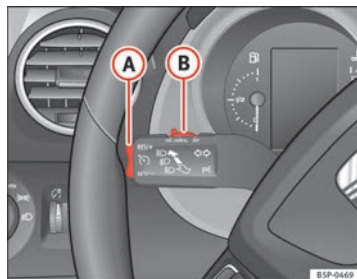

Abb. 150 Blinker- und Fernlichthebel: Schalter und Wippe für die Geschwindigkeitsregelanlage
- Drücken Sie den oberen Teil der Wippe **RES/+** ⇒ Abb. 150 **(A)**, um die Geschwindigkeit zu erhöhen. Solange Sie die Wippe gedrückt halten, beschleunigt das Fahrzeug. Sobald Sie die Wippe loslassen, wird die neue Geschwindigkeit gespeichert.
Wenn Sie die gespeicherte Geschwindigkeit durch Treten des Bremspedal verringern, ist die Regelung der gespeicherten Geschwindigkeit ausgeschaltet. Sie können durch einmaliges Drücken des oberen Teils der Wippe **RES/+** ⇒ Abb. 150 **(A)** die Regelung wieder aufnehmen.